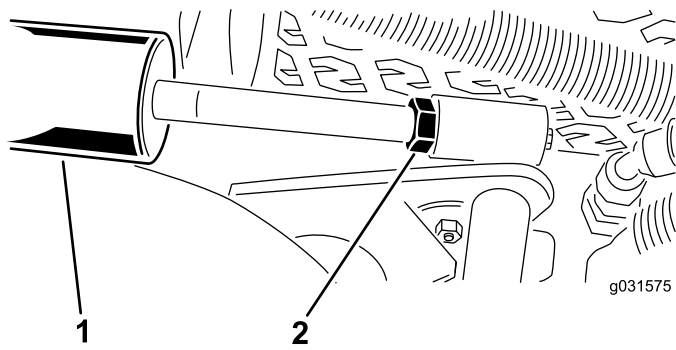

Figura 16
- A. Abbassate l'apparato di taglio e allentate il controdamo sul cilindro (Figura 16).